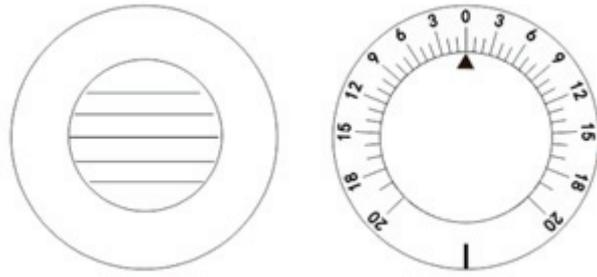
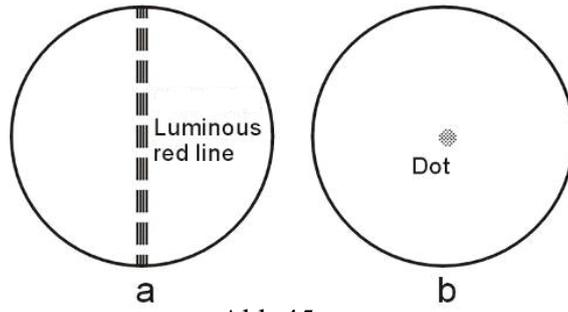
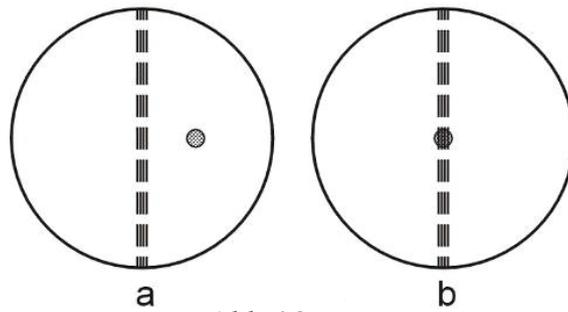
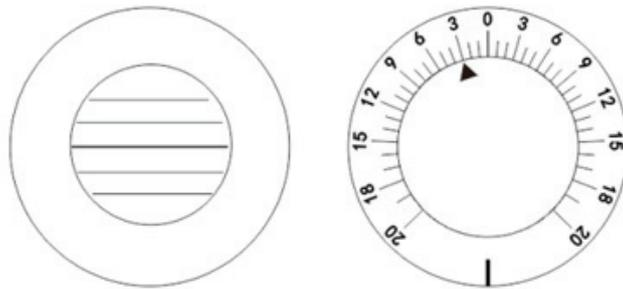

Abb.44
Abb.45
Abb.46
Abb.47
(1) Maddox-Stab- und Drehprismen-Methode
ein. Führen Sie zuerst eine horizontale Phoriemessung durch. Verfahren Sie gemäß (1) der Rotationsprisma-Methode, beschrieben in 6.8.5 Binocular Balance Test. Drehknopf für die Zusatzlinse drehen ②, und stellen Sie das rechte Auge auf MR_{RH} (Abb. 44). Drehen Sie den Prismendrehknopf ① mit der Einstellung 0 auf dem Dreieckssymbol, das dem linken Auge zugewandt ist. Zünden Sie ein kleines Fixationslicht an der Position an, an der das Diagramm projiziert wird. Nun sieht das rechte Auge des Testpersonen eine rote vertikale Linie (siehe Abb. 45 a) und sein linkes Auge einen hellen Fleck (siehe Abb. 45 b). Sie sind wahrscheinlich (a) oder (b) von Abb.46. Der Lichtfleck bewegt sich auch, wenn der Prismendrehknopf ① Wird gedreht. Bitten Sie den Patienten dann zu sagen, wann er das in Abb. 46 b gezeigte Bild sieht. Das Testergebnis ist in Abb. 47 dargestellt. Die Rotationsskala des Prismas wird als 2 angezeigt. Das Ergebnis von $2\Delta I$ (Basis nach innen) steht für 2Δ Neigung nach außen.